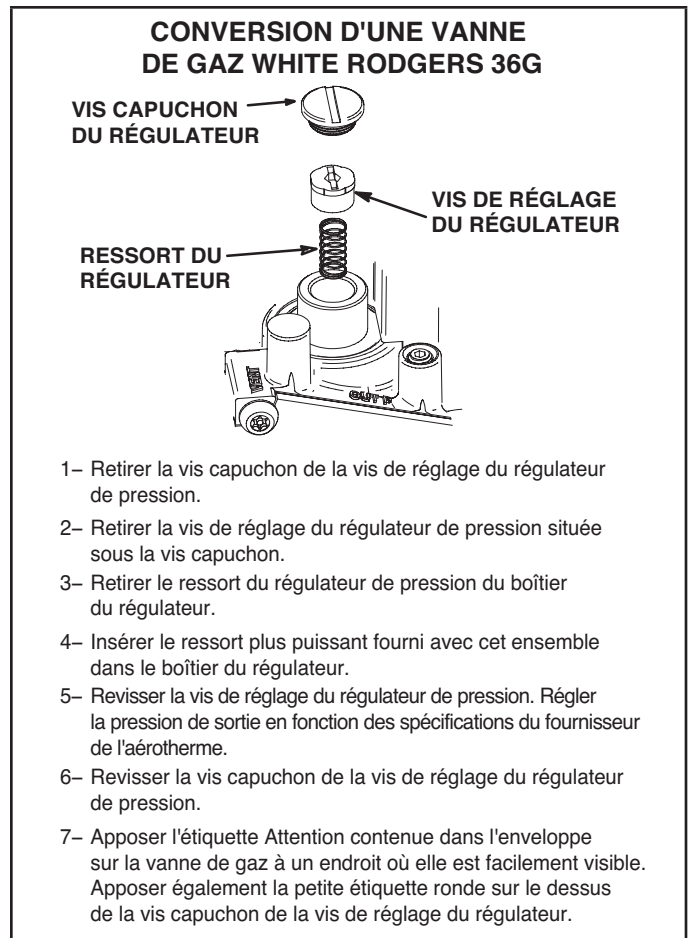

Figure 3
- 8 - Installer l'ensemble de conversion de la vanne de gaz. Voir les instructions du fabricant livrées avec l'ensemble de conversion de la vanne. Voir Figure 3.
- 2 - Une fois la pression du gaz vérifiée et/ou réglée, vérifier la pression du collecteur au niveau de l'orifice de contrôle de pression du côté sortie de la vanne de gaz. La pression correcte du collecteur est indiquée au Tableau 2 ou 3. Voir la Figure 3 pour l'emplacement de la vis de réglage de la pression du gaz du collecteur.